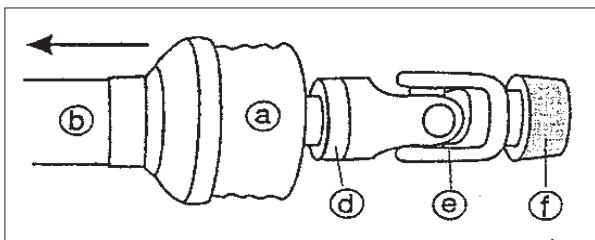

Afbeelding 3-25
De beide korte cardanassen (K), die naar de harkmachines lopen, moeten zo worden gemonteerd dat sterratelkoppeling (f) aan de harkaandrijving is bevestigd (afbeelding 3-25 en 3-26).